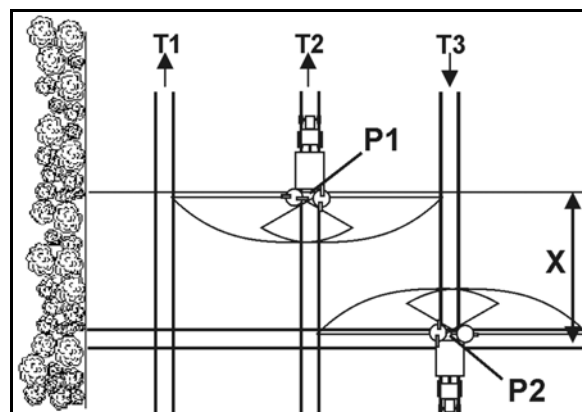

図 46
- トラムラインでポイント P1 (図 46) に到達した後、散布ディスクと枕地のトラムラインの距離が X である場合、シャッターを開きます。
- 散布ディスクが枕地の最初のトラムラインの高さにある場合には、ポイント P2 (図 46) でトラムラインから出る前にシャッターを閉じます。